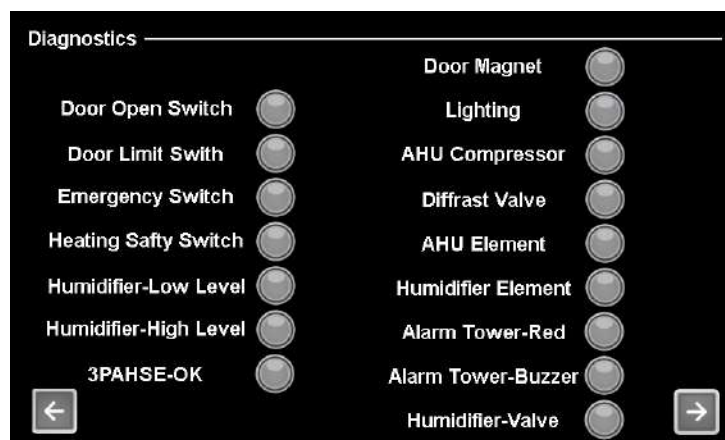

Fig. 8
1. Sensor Calibration (Fig. 8):
Diagnostics Screen (Fig. 8):